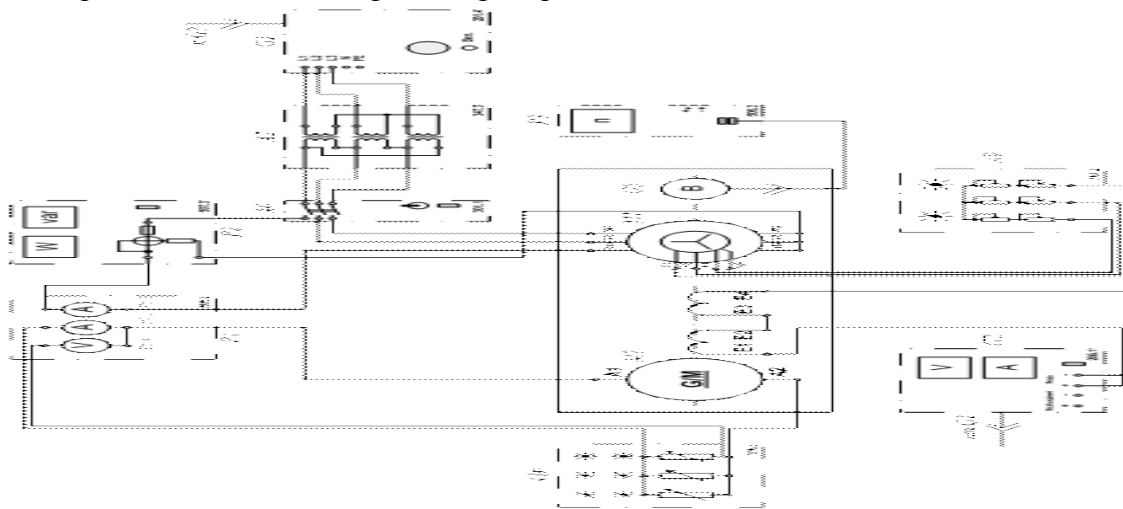

Рисунок 13.4 - Схема определения рабочих характеристик трехфазного асинхронного двигателя с фазным ротором
5. Собрать схему лабораторной установки согласно рис. 13.4